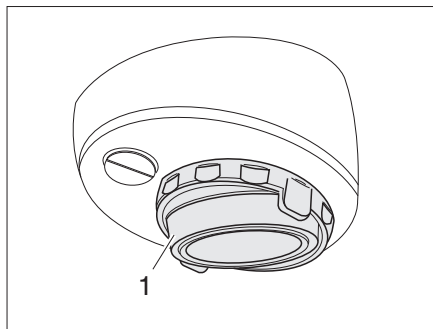

Fig. 180 Lámpara halógena sobre revoque (orientable)
- Sacar la tapa (Fig. 180,1) haciendo palanca con una herramienta apropiada (p. ej. destornillador) y retirarla.